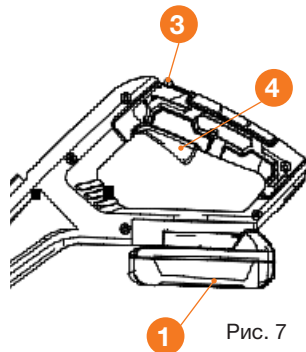

Рис. 7
2. Нажмите кнопку блокировки включения **3** (Рис. 7).
3. Продолжая удерживать кнопку блокировки включения **3**, прижмите клавишу включения **4** двигателя к рукоятке (Рис. 7). Двигатель заработает и катушка начнет вращение.
4. Отпустите кнопку блокировки включения **3**, продолжая прижимать клавишу включения **4** двигателя приступайте к работе (Рис. 7).
5. Для остановки двигателя отпустите клавишу включения двигателя **4** (Рис. 7).
7. Достаньте аккумулятор **1** (Рис. 7).